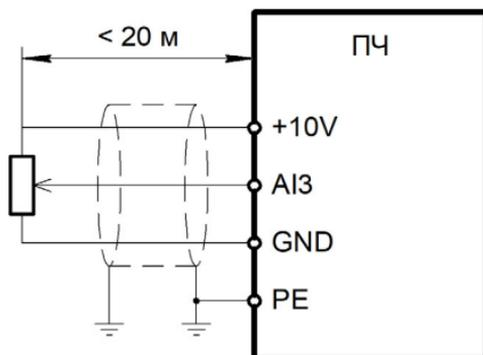

Рисунок 4 – Схема подключения проводов к аналоговому входу (общий случай)
- не превышать длину линии более 20 м (рис. 4);